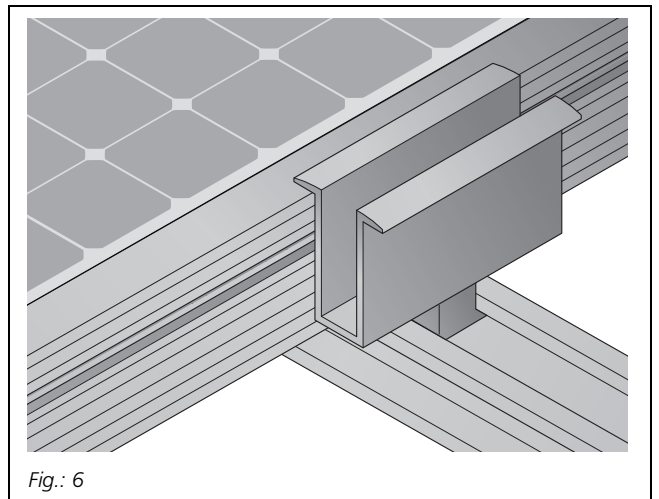

Fig.: 6
- Nel montaggio con un morsetto per moduli standard, assicurare che quest'ultimo abbia una lunghezza minima di 50 mm e sia adatto per intelaiature di moduli dell'altezza di 35 mm (vedere Fig. 6).